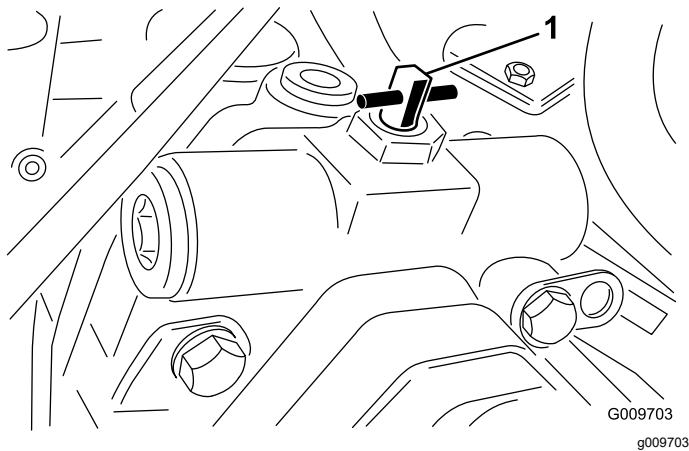

Figura 101
7. Abra la válvula de desvío de remolcado de la bomba de tracción girándola 90° (un cuarto de vuelta) en cualquier dirección /Figura 101).
2. Abra la válvula de desvío de remolcado de la bomba de tracción girándola 90° (un cuarto de vuelta) en cualquier dirección /Figura 101).